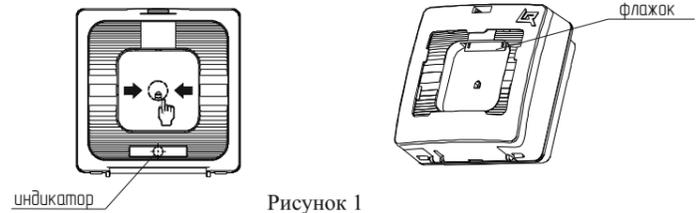

Рисунок 1
- нажатие на приводной элемент (кнопку) (Рисунок 1, раздел 6).
5.1 УДП представляет собой адресное устройство, формирующее сообщение о событии при нажатии на кнопку. Выпадающий цветной флажок является визуальным подтверждением нажатого состояния кнопки УДП (Рисунок 1).
7.2 Для контроля связи УДП с прибором необходимо нажать с помощью штыря диаметром 0,8 мм (например, с помощью разогнутой канцелярской скрепки) на кнопку ТЕСТ (Рисунок 1) и контролировать: